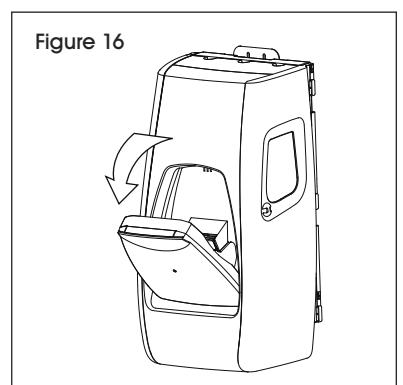

Figure 16
- Ouvrez la porte avant. (Voir Figure 16)